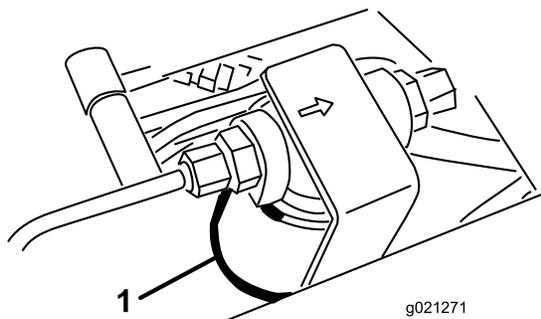
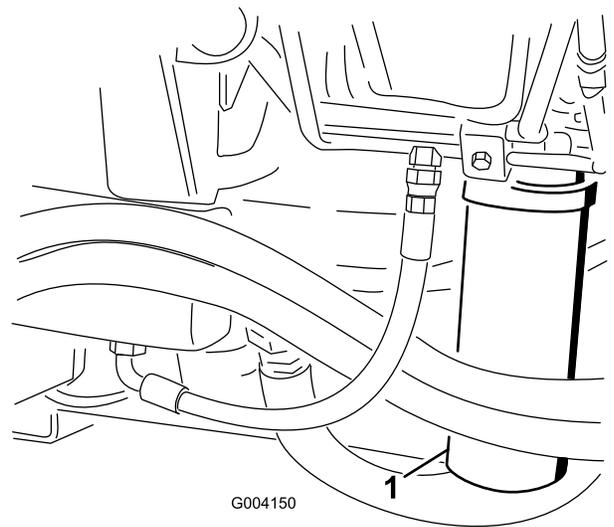

図 65
図 66
2. フィルタ取り付け部付近をきれいに拭い、下に容器を置く(図 65と図 66)。